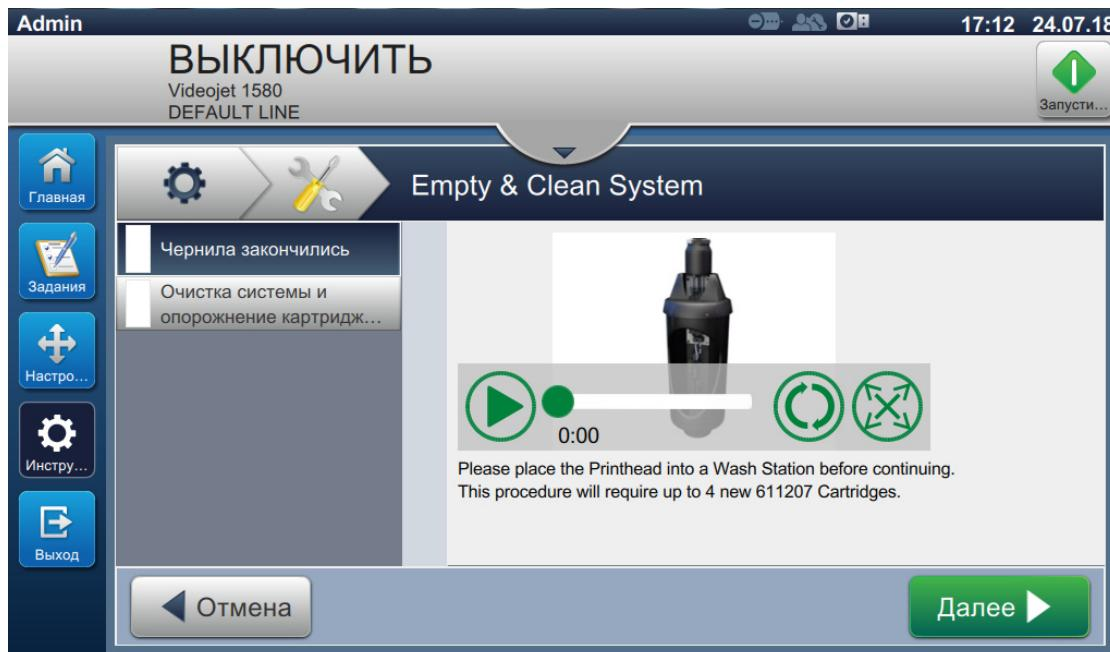

Рис. 7-3: Экран опорожнения и очистки системы
2. Выполните инструкции (или действия, приведенные в видеоруководстве) и нажмите кнопку **Далее**, как показано на Рис. 7-3, чтобы продолжить.